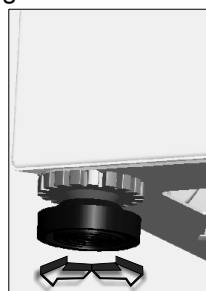

Fig.5
- Effectuez le réglage en tournant les pieds vers le haut ou vers le bas (Fig.5)